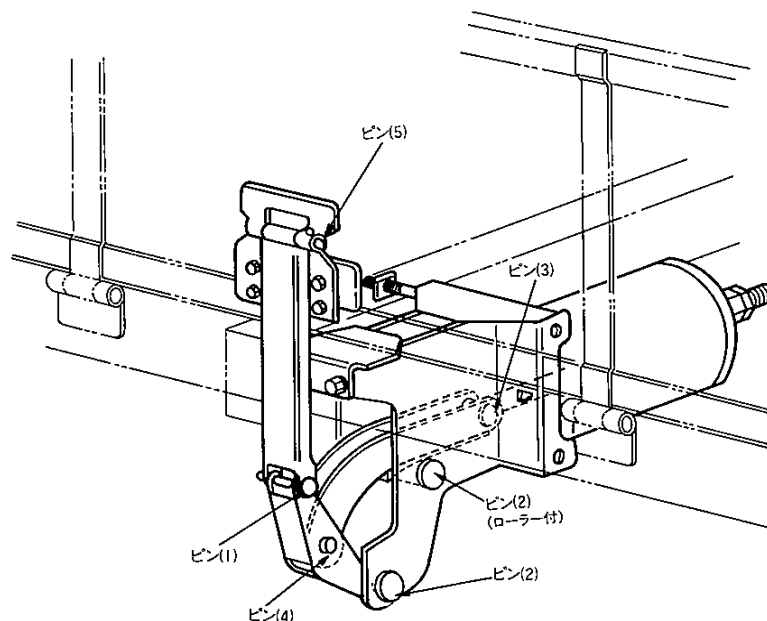

図5
3. 無給油式となっておりますが、1～2ヶ月に一度アオリバランサーのピンやローラー(図5参照)に適量のマシン油(市販のもので結構です)を注油するとよりスムーズに作動し錆も防げます。
- (1)アオリ戸を閉じた状態で、強く内側へ引っ張られていたり外側に開かれていないか確認して下さい。
- (2)アオリ戸が水平の状態、手を離してもバランスがとれているか確認して下さい。
- (3)アオリ戸を開けきった状態で、強く内側へ引っ張られたり外側へはね上がっていないか確認して下さい。
6. 部品の確認をして下さい。ピンの抜け、スナップリングや割ピンの欠落がないことを確認して下さい(図5参照)。ピン(1)～ピン(4)は頭部の反対側に抜け防止のスナップリングまたは割ピンがついています(ピン(2)は2本あります)。ピン(5)はアオリブラケット上に小さな穴がありロールピンを打ち込んであります。